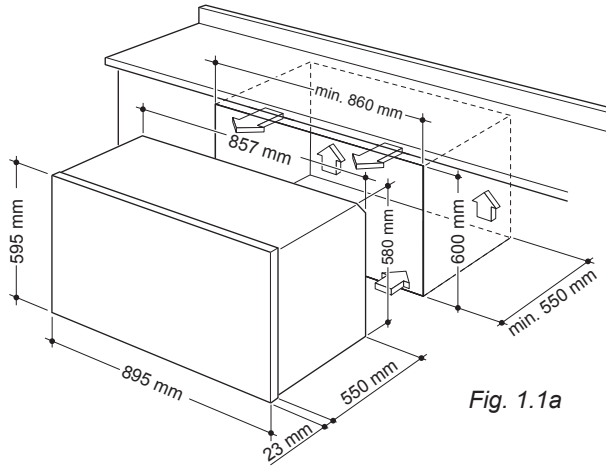

Fig. 1.1a
- Per l'installazione é necessario creare un vano come illustrato nelle figure 1.1a e 1.1b. La base del forno deve essere fatta appoggiare su dei supporti resistenti al peso.